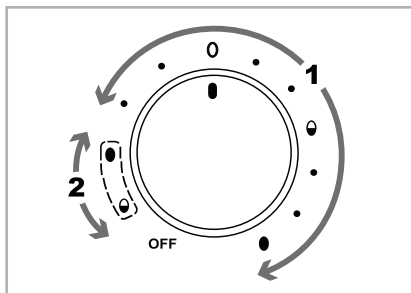

Bild 1
- 1) Vrid skruvreglaget ⓘ till det läge som motsvarar önskad hårdhetsgrad på äggen. Använd inställning "1" (se bild 1) med symbolerna och motsvarande prickar framför den:
För den första kokningen gäller inställningsområdet "1" med symbolerna och motsvarande prickar framför. För den andra kokningen gäller inställningsområdet "2" med symbolerna och motsvarande prickar framför (se bild 1).
- 2) Ställ skruvreglaget **9** på läget för de lösaste äggen (inställningsområde "1", se bild 1). Kontrolllampan **10** tänds och kokningen börjar.
- 5) Sätt tillbaka locket ③ och vrid skruvreglaget ⑨ till symbolerna till vänster om vredet (inställningsområde "2", se bild 1), för att resten av äggen ska bli kokta med önskad hårdhetsgrad: